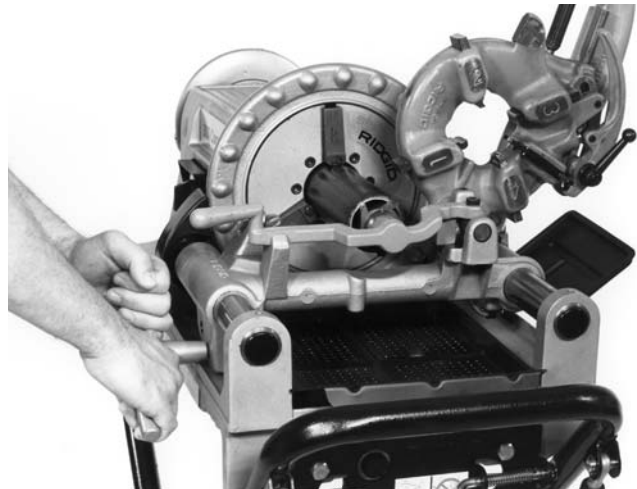

Figure 4 – Alésage des tuyaux à l'aide de l'alésoir n° 344
3. Positionnez l'alésoir dans le tuyau et complétez l'alésage en tournant le volant (Figure 4).